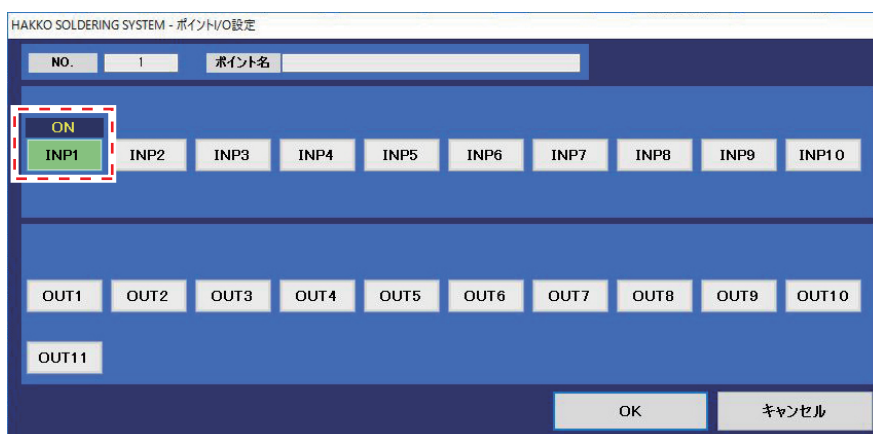

図 7-102
- 設定例) 1 ポイント目：外部機器から INPUT1 へ入力信号が ON（図 7-102 参照）